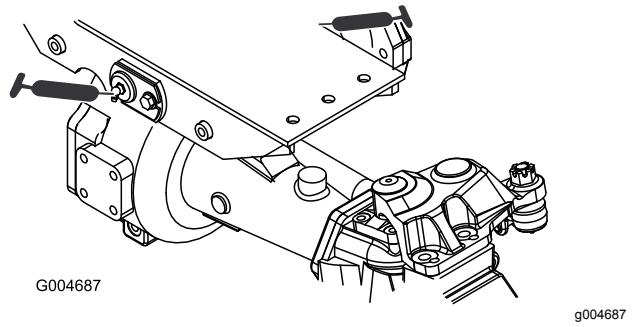

Figura 76
- Casquillos de los pivotes de los ejes delantero y trasero (2) (Figura 76).